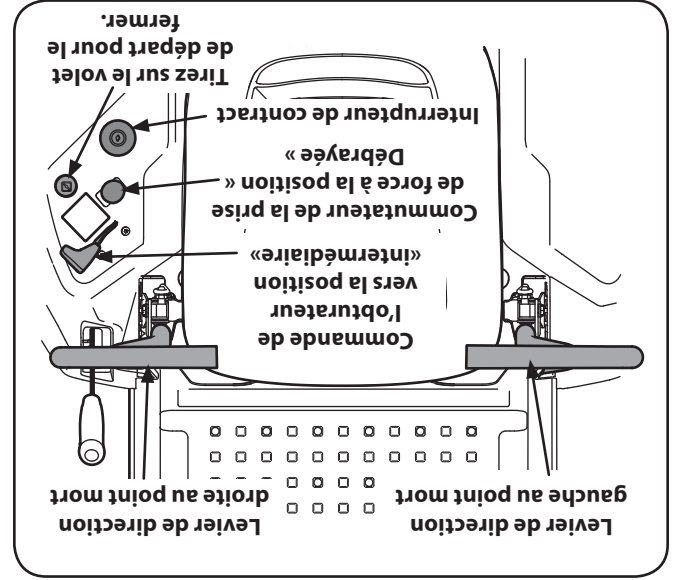

Figure 5-1
2. Vérifiez que le commutateur de la prise de force est à la position « Débrayée ». Voir la Figure 5-1.
3. Déplacez la manette du volet de départ ou manette de la commande des gaz/volet de départ ou à la position « FULL CHOKE ». Voir la Figure 5-1.